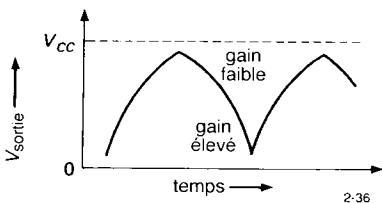

Figure 2.36 - Onde de sortie non linéaire produite par un amplificateur sans résisteur d'émetteur.
**1. Défaut de linéarité.** Le gain est  $G = -g_m R_C = -R_C / r_e = -R_C I_C (\text{mA}) / 25$ , ainsi pour un courant de repos de 1 mA, le gain est de  $-400$ . Or  $I_C$  varie avec le signal de sortie. Dans cet exemple, le gain varie de  $-800$  ( $V_{\text{sortie}} = 0$ ,  $I_C = 2 \text{ mA}$ ) jusqu'à zéro ( $V_{\text{sortie}} = V_{CC}$ ,  $I_C = 0$ ). Pour un signal d'entrée triangulaire, la sortie ressemblera au signal de la figure 2.36. L'amplificateur introduit une forte distorsion, ou offre une mauvaise linéarité. L'amplificateur en émetteur commun avec émetteur à la masse n'est utile que pour de faibles excursions du signal autour du point de repos. À l'opposé, l'amplificateur en émetteur commun avec contre-réaction par l'émetteur a un gain presque totalement indépendant du courant de collecteur, tant que  $R_E \gg r_e$ , il peut être utilisé pour l'amplification sans distorsion, même avec de fortes excursions du signal.